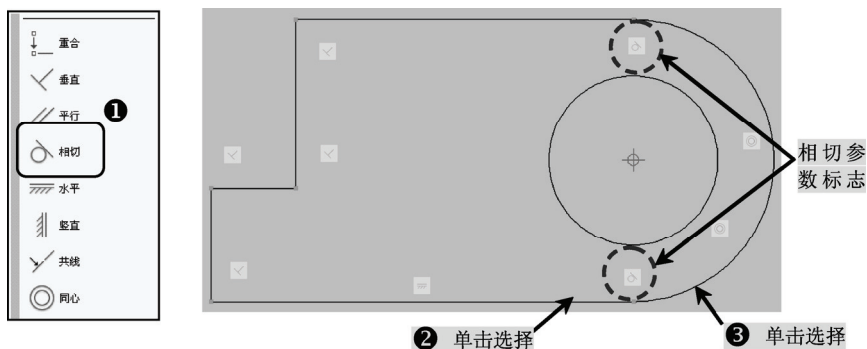

图 10-19 相切参数操作
8) 在块编写选项板上单击选择“几何约束”选项卡，选择“相切”工具，对图中所示的线段进行“相切”参数编辑，如图 10-19 所示（“相切”用于保证图形作为动态零部件插入时图形线条与圆始终保持相切状态）。